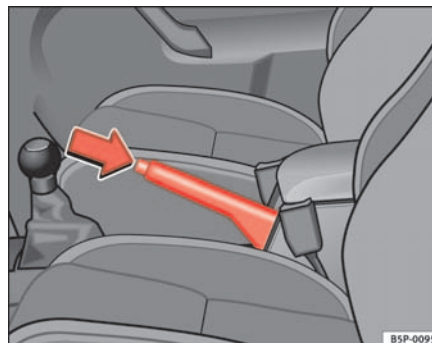

Fig. 97 Freno de mano entre los asientos delanteros
- Tire con fuerza de la palanca del freno de mano hacia arriba ⇒ fig. 97.
- Tire ligeramente de la palanca hacia arriba, presione el botón de desbloqueo en la dirección de la flecha ⇒ fig. 97 y baje completamente la palanca. ⇒ ⚠.